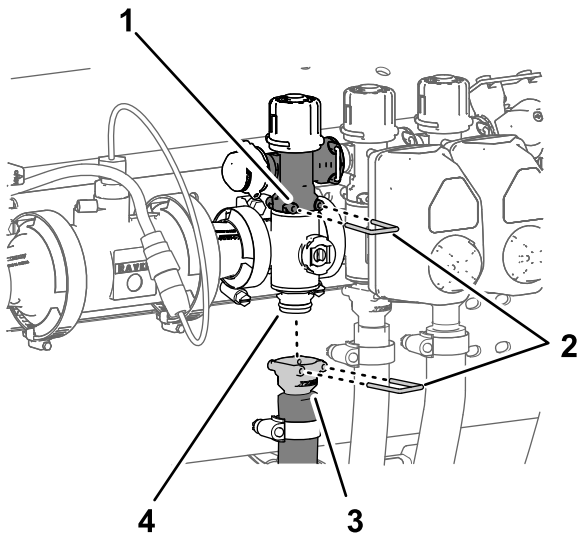

Figure 108
1. Retirez l'étrier qui fixe le raccord rapide de la vanne de dérivation de section à la vanne de section du collecteur (Figure 108)
- Retirez l'étrier qui fixe le raccord rapide du flexible d'alimentation de section au collecteur et l'étrier qui fixe le raccord rapide de la valve du collecteur de section (Figure 108).